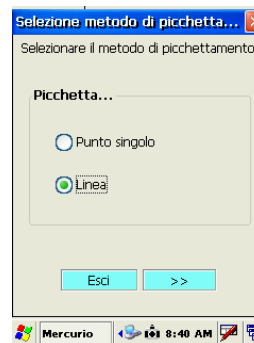

FIG.136
5. selezionare **LINEA** fig. 136
6. Premere il tasto **>>** fig.136